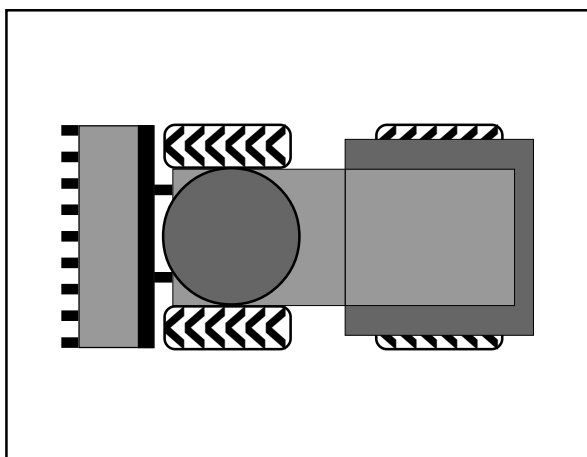

Bild 4-4
- Alle vier Räder müssen gleich groß sein und die gleiche PR-Zahl haben (Ply-Rating-Zahl = Anzahl der Gewebelagen). Laufrichtung, falls vorhanden, siehe Bild 4-4.
(14) Radmuttern von Hand aufschrauben.
(15) Vorder-/Hinterachse mittels Wagenheber wieder ablassen.
(16) Radmuttern mit Drehmomentschlüssel (600 Nm) anziehen.